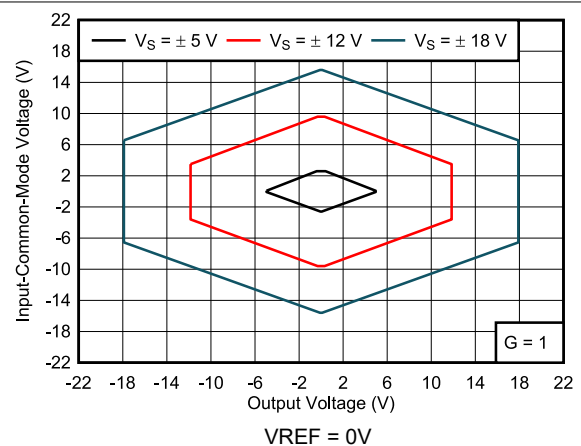

图 7-12. 边界图 - 输入共模电压与输出电压间的关系
- (1) 总失调电压, 以输入为基准 (RTI):  $V_{\text{OS}} = (V_{\text{OSI}}) + (V_{\text{OSO}}/G)$ 。
- (2) 根据特征确定。未经量产测试。
- (3) 失调漂移具有不相关性。使用以下公式计算输入参考失调漂移:  $\Delta V_{\text{OS(RTI)}} = \sqrt{[\Delta V_{\text{OSI}}]^2 + (\Delta V_{\text{OSO}}/G)^2}$ 。
- (4) 输入级的输入电压范围。输入范围取决于共模电压、差分电压、增益和基准电压; 请参阅图 7-12。
- (5) 为  $G > 1$  指定的值不包括外部增益电阻器  $R_G$  带来的影响。